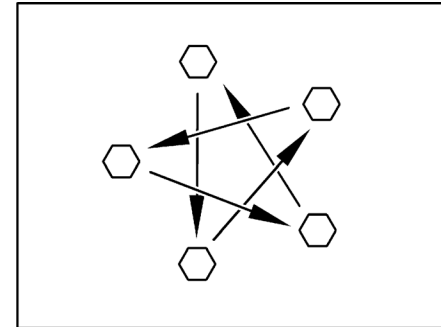

Bild 73 Radmuttern oder Radschrauben über Kreuz anziehen
- Radmuttern oder Radschrauben regelmäßig auf festen Sitz prüfen. Radmuttern oder Radschrauben eines ausgewechselten Rades nach 50 km über Kreuz nachziehen (Bild 73).
- ▶ Radmuttern oder Radschrauben über Kreuz anziehen (Bild 73).